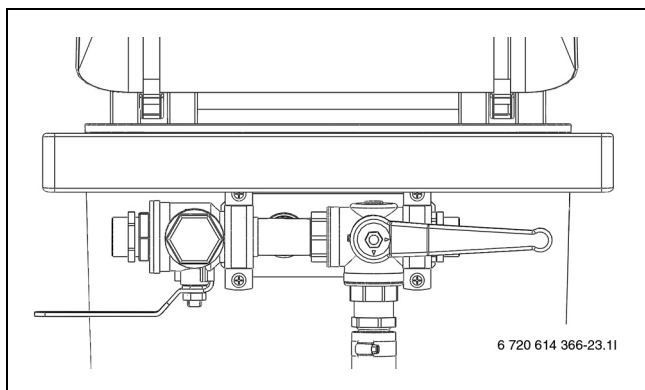

Bild 27 Påfyllningsstation i påfyllningsläge
- ▶ Vrid ventilerna på påfyllningsstationen till påfyllningsläge och fyll kretsen med köldbärarvätska (→ Bild 27).